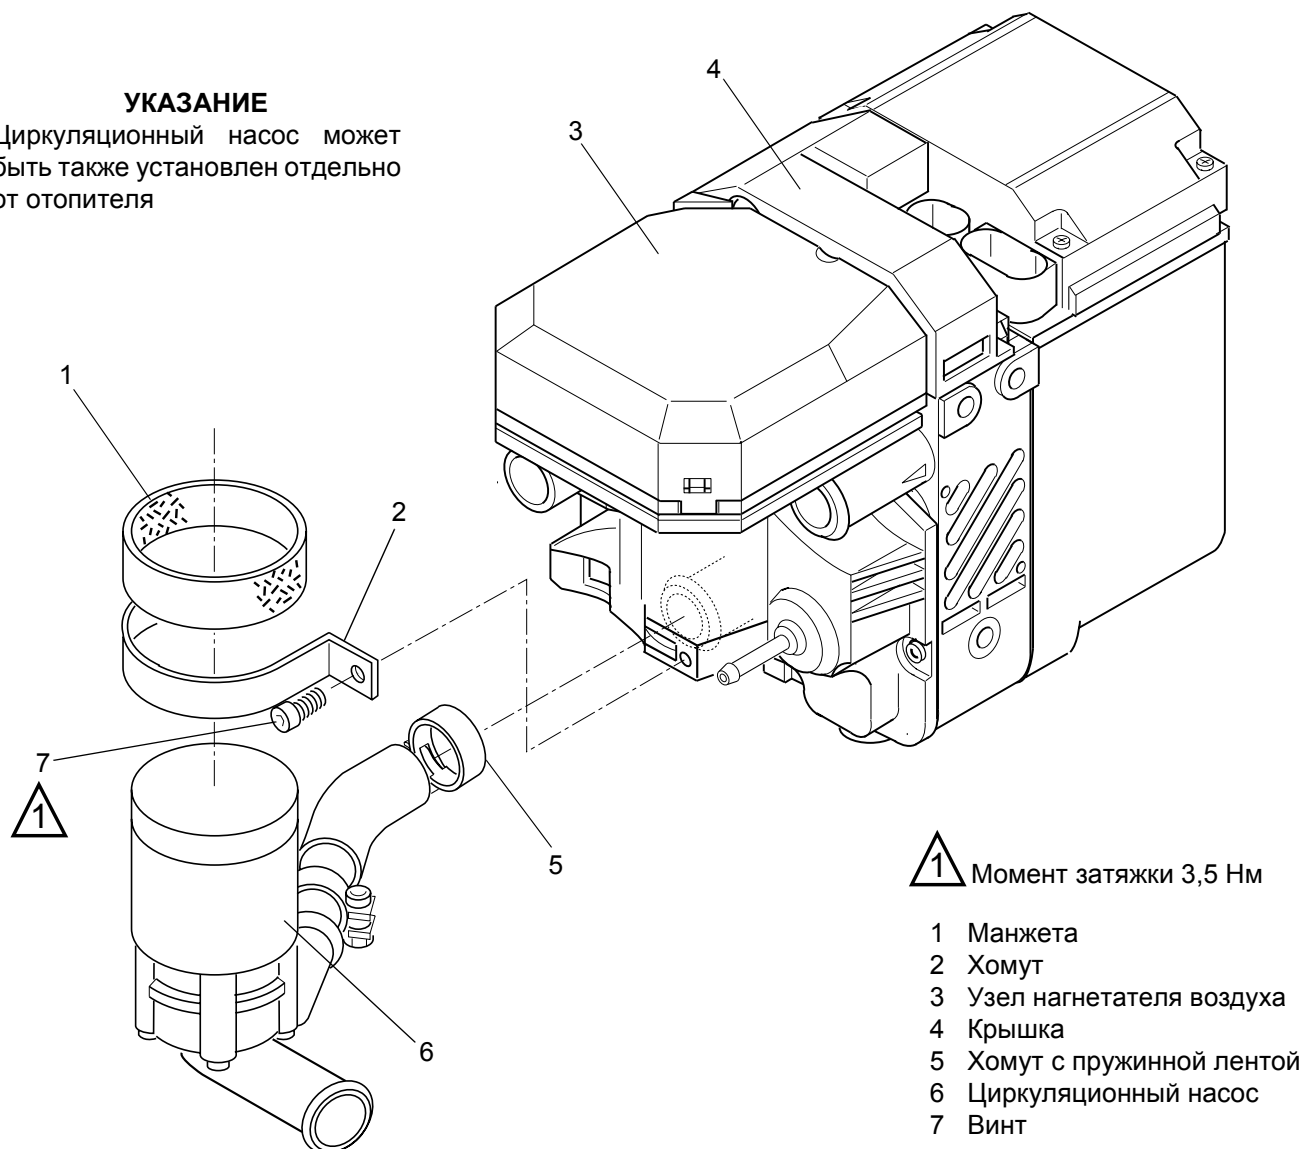

Рис.. 901 Замена циркуляционного насоса (Thermo Top E и C)
1. Снять крышку (4, рис. 901) и отсоединить штекер циркуляционного насоса.
2. Снять хомут с пружинной лентой (5, рис. 901).
3. Снять винт (7) и хомут (2).
4. Снять циркуляционный насос (6) и хомут с пружинной лентой (5).
5. Если нужно, снять манжету (1).
1. Натянуть хомут с пружинной лентой (5, рис. 901) на конец шланга.
2. Если нужно, надеть манжету (1) на циркуляционный насос (6).
3. Привести циркуляционный насос (6) в установочное положение и закрепить хомутом (2) и винтом (7) на узле нагнетателя воздуха (3).
4. Закрепить хомут с пружинной лентой (5).
5. Затянуть винт (7) с моментом $3,5 \pm 0,3$ Нм.
6. Подключить штекер циркуляционного насоса и надеть крышку (4).